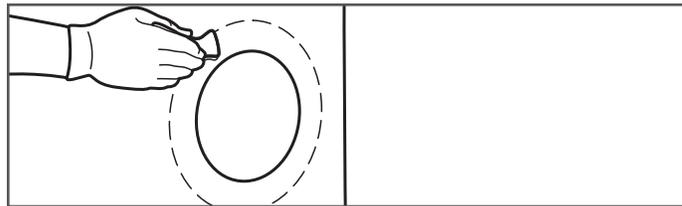

Figura 22-4
2. Lije 1-1/2" alrededor del orificio de flujo en el interior y exterior del contenedor de derrame. (Figura 22-4)